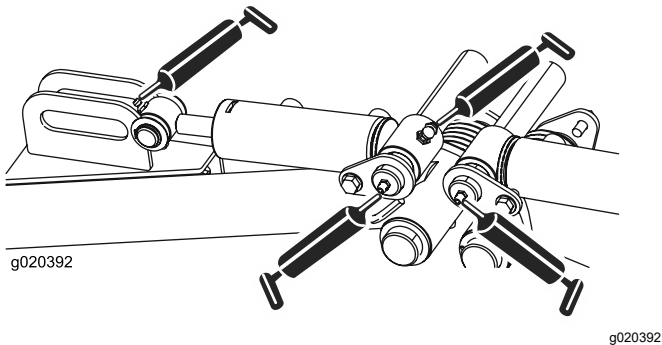

Bild 47
- Hintere Hubarm-Drehzapfen und Hubzylinder (3 Stück), siehe Bild 47.